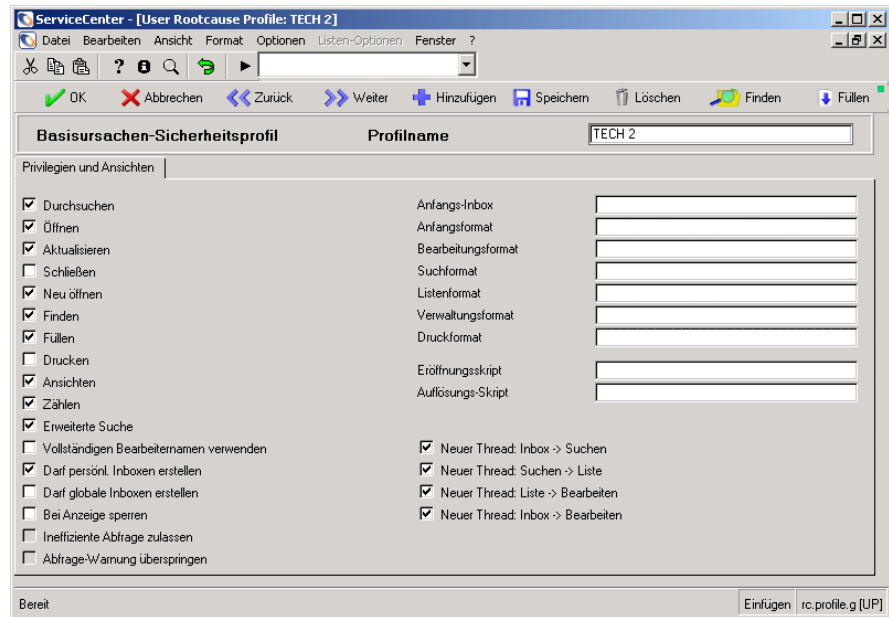

Abbildung 2-7: Profilname
- a Geben Sie im Feld **Profilname** einen neuen Profilnamen ein oder wählen Sie in der Dropdown-Liste einen vorgegebenen Profilnamen aus. Geben Sie für dieses Beispiel TECH 2 (siehe Abbildung 2-7) ein.